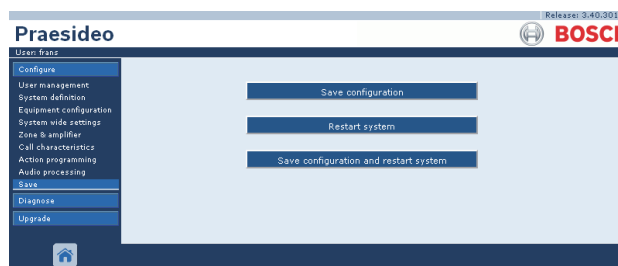

figure 41.5 : Fenêtre *Save*
- En l'absence de problème et si la configuration est exécutée en ligne, trois boutons s'affichent pour que l'utilisateur puisse *Save the configuration* (Enregistrer la configuration), *Restart the system* (Redémarrer le système) ou *Save the configuration and restart the system* (Enregistrer la configuration et redémarrer le système). Voir figure 41.5. Lorsque le fichier de configuration est enregistré sur le contrôleur, la configuration n'est pas activée immédiatement. Pour cela, le contrôleur de réseau doit être réinitialisé. Si la nouvelle configuration doit être enregistrée et activée, cliquez sur le bouton *Save the configuration and restart the system*.